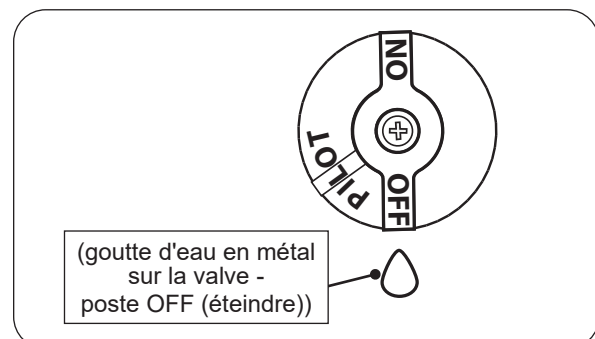

Fig. 47-2 Arrêt du pilote
2. Localisez la vanne sur le côté de l'unité. Pousser le gaz bouton de commande légèrement et tourner dans le sens des aiguilles d'une montre ↻ sur **OFF** (éteindre) (voir Fig.47-2).
Appuyez légèrement sur le bouton de contrôle et tournez-le dans le sens des aiguilles d'une montre ↻ pour **OFF** (éteindre). Ne force pas. Voir Fig.47-2.